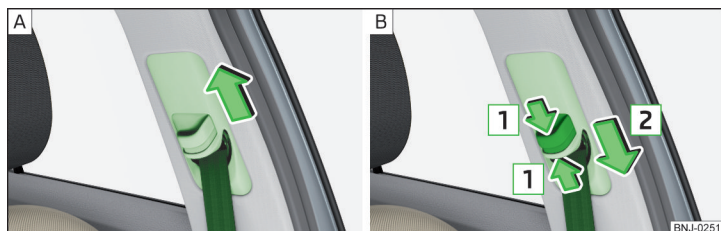

Fig. 18 Regolazione dell'altezza delle cinture per i sedili anteriori
- » Spostare il rinvio **verso l'alto** in direzione della freccia » [fig. 18 - \[A\]](#).
- » **Oppure:** Premere il dispositivo di sicurezza in direzione delle frecce **[1]** e spostare il rinvio **verso il basso** in direzione della freccia **[2]** » [fig. 18 - \[B\]](#).